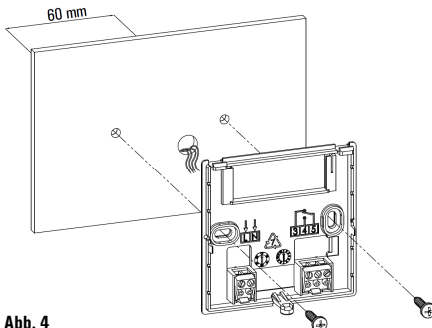

Abb. 4
- 3 Befestigen Sie den Sockel, direkt an der Wand oder an Abzweigboxen mit 2 Modulen durch die beiden Schraubenbohrungen mit 60 mm Achsabstand; dabei darauf achten, die Kabel durch den Schlitz zu führen, wie in Abb. 4.